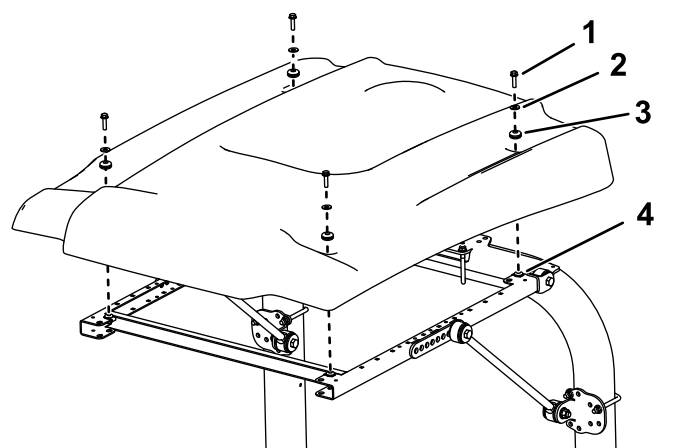

Figura 32
15. Alinee los taladros de montaje y posicione el toldo sobre el bastidor, según se muestra en Figura 32.
16. Sujete provisionalmente cada esquina del toldo al bastidor con un perno con arandela prensada (5/16" x 1 1/4"), una arandela pequeña y un anillo de goma (Figura 32).